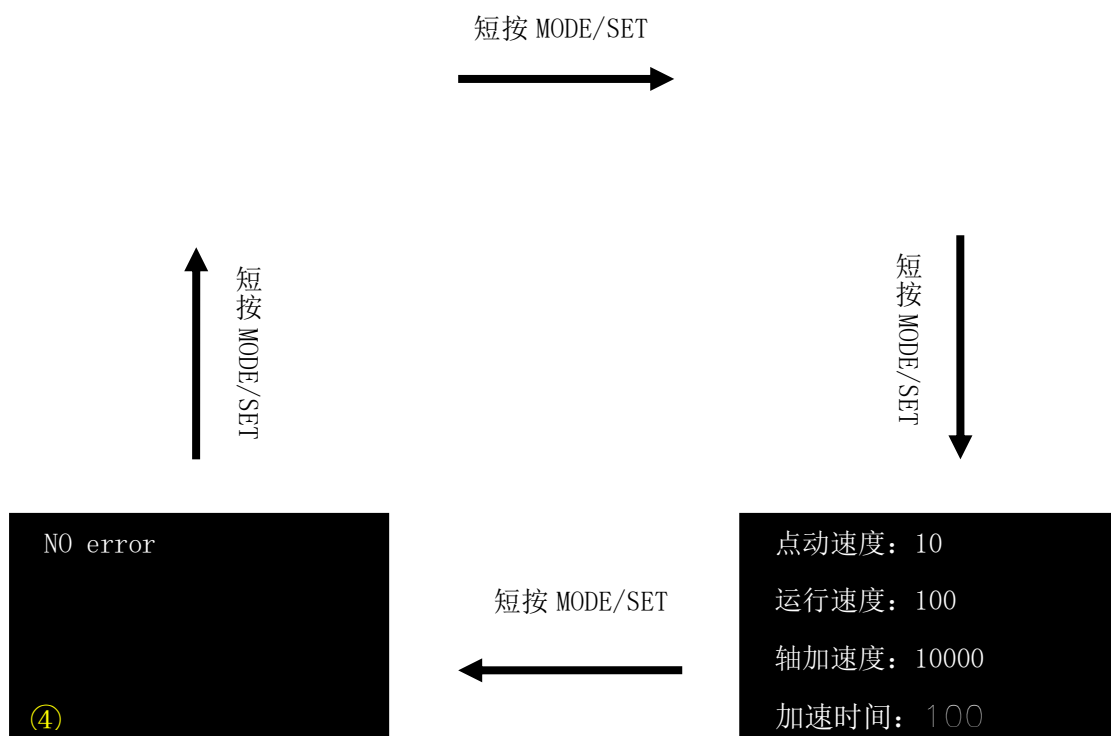

图 6-3
- 在运行状态界面①，短按MODE/SET键后进入控制界面②，再次短按MODE/SET键后进入参数配置界面③(注：在该界面下可通过上/下键切换参数以及翻页，通过ENTER键进入编辑状态；该界面所有速度单位为mm/s，距离单位为mm，时间单位为ms)，第三次短按MODE/SET键后进入报警界面④，第四次短按MODE/SET键再次进入运行状态界面，并依次循环，如图6-3